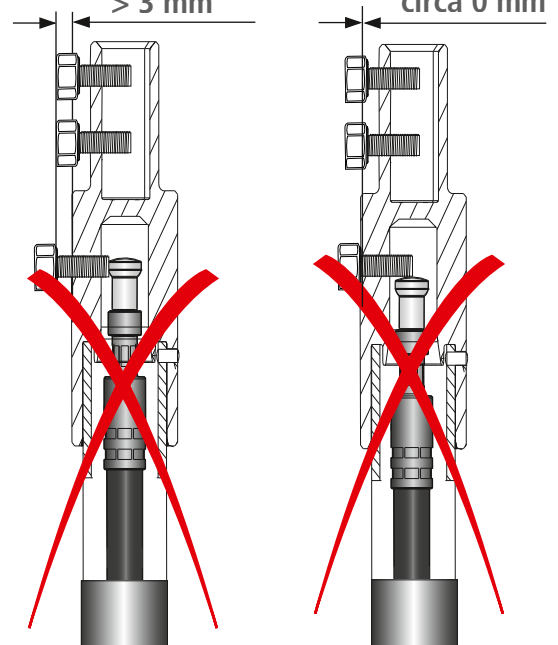

Fig. 1 DEHNcon-H HVI®light-Leitung
Vor der Montage des Stützrohres ist die vor Ort konfektionierte **HVI®light-Leitung** mit montiertem Kopfstück in das Stützrohr einzuführen und zu befestigen (siehe hierzu Fig. 1, Seite 8).
- ➔ Die ordnungsgemäße mechanische Befestigung der **HVI®light-Leitung** im Stützrohr ist zu überprüfen! (siehe Fig. 1, Seite 8). Die korrekte Montage kann mit einem leichten Zug am Austritt der Leitung überprüft werden.
- ➔ Der spezielle innenliegende Endverschluss ist mit einem flexiblen NIRO-Band (18 x 0,4 mm) für den Anschluss an den Potentialausgleich am unteren Ende des Stützrohres herausgeführt. Diese Leitung muss mit dem Potentialausgleich z. B. mit dem Antennenstandrohr verbunden werden (siehe Fig. 1, Seite 8). Gegebenenfalls kann diese Leitung gekürzt werden.